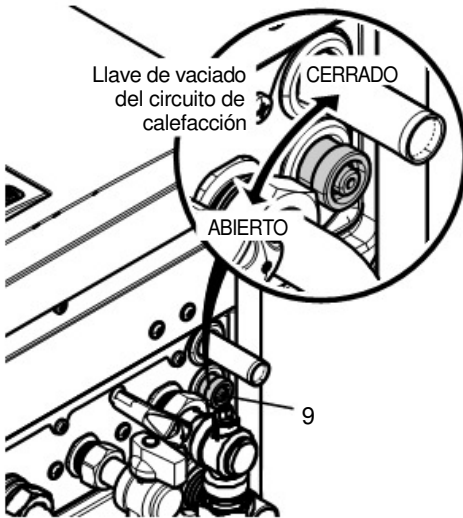

Figura 9.5
- Aflaje la llave de vaciado del circuito de calefacción 9 indicada en la Figura 9.5.